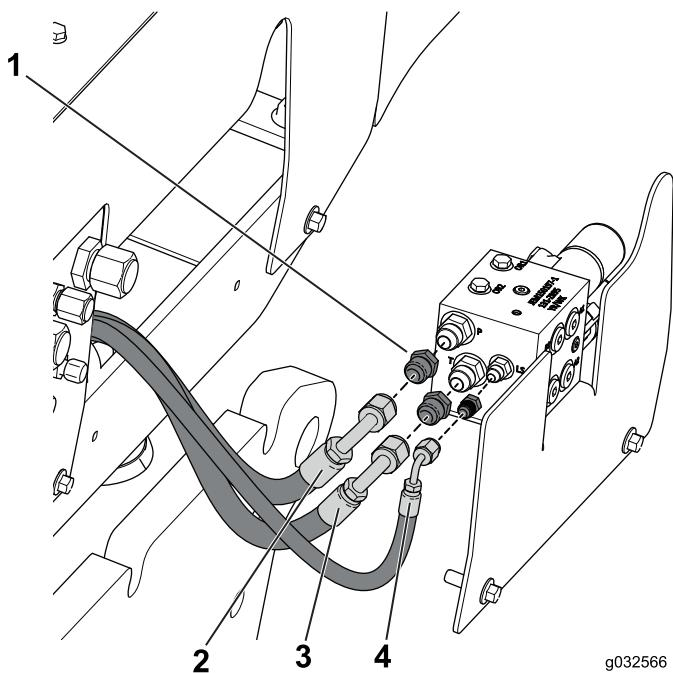

Рисунок 4
- Подсоедините гидравлические шланги к штуцерам на электромагнитном клапане, как показано на Рисунок 4.